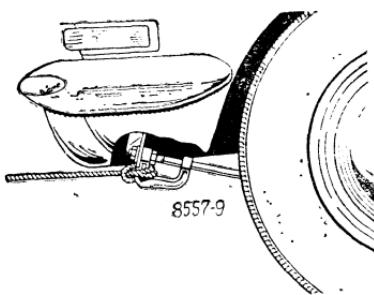

Рис. 65. Крепление буксирного троса
**При буксировке автомобиля** трос закрепляется за буксирную скобу (рис. 65).